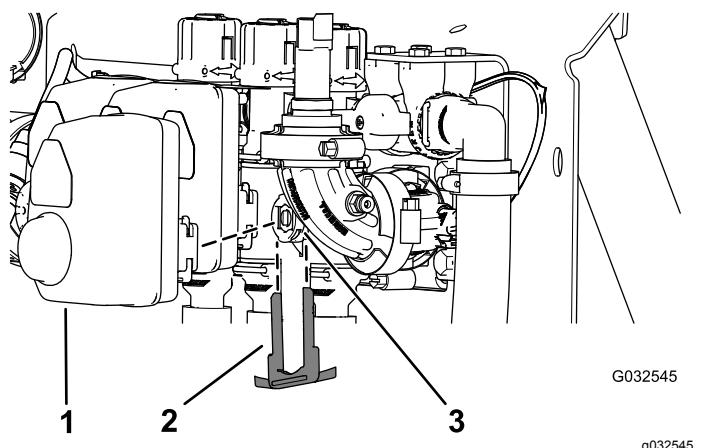

Figura 109
2. Retire la horquilla de retención que sujeta el actuador la válvula multivía (válvula de sección o válvula de agitación) (Figura 109).